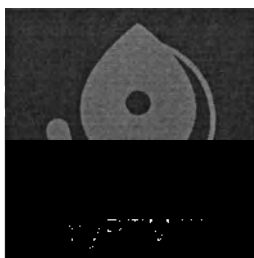

Figura 2. Icono de la aplicación myPTM.
2. En la pantalla principal del controlador manual, pulse el icono de la aplicación myPTM (Figura 2) para abrirla.